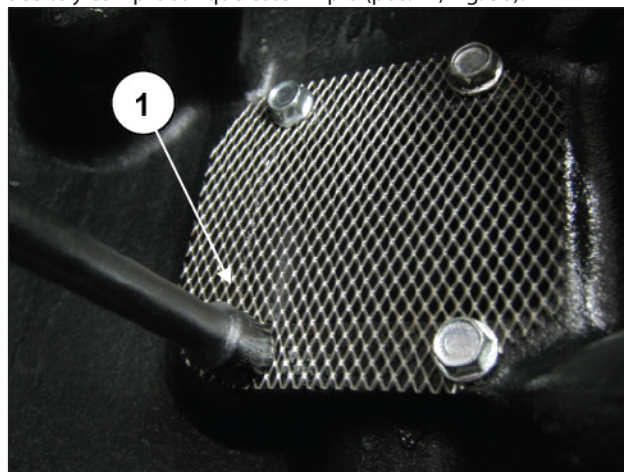

Fig. 50
Extraer los cuatro tornillos de fijación de la malla del filtro para acceder al compartimento de aspiración de la bomba de aceite y comprobar que esté limpio (pos. ①, Fig. 50).